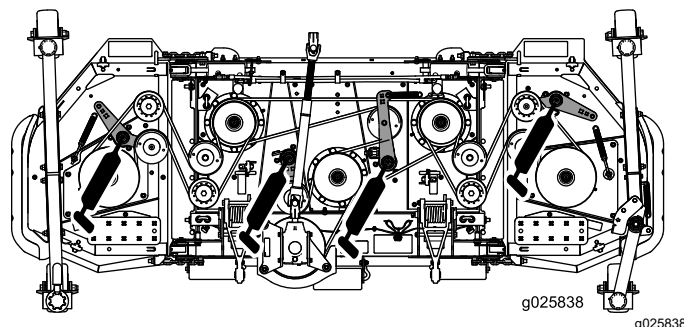

Рисунок 17
- Шарниры рычагов натяжных роликов (4 места) (Рисунок 17)